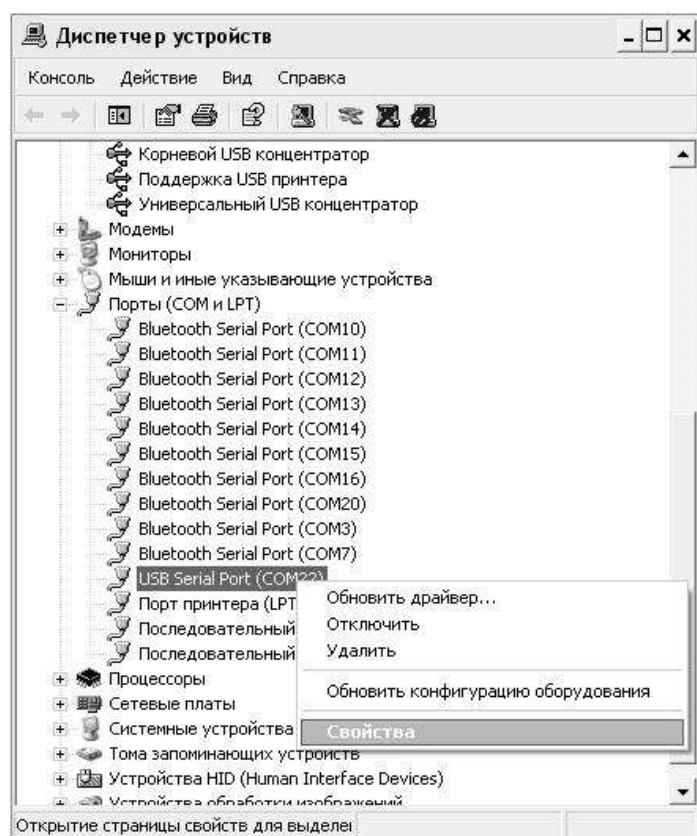
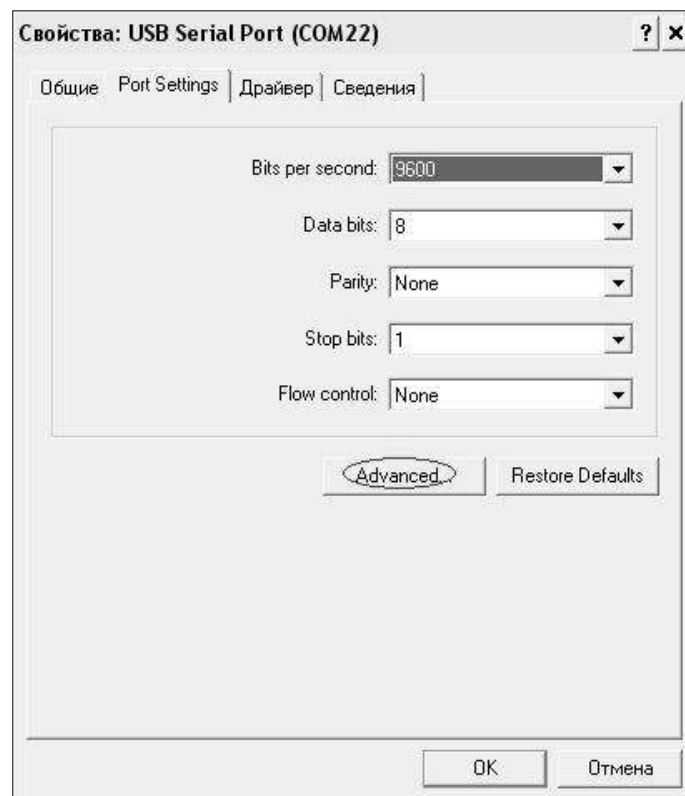
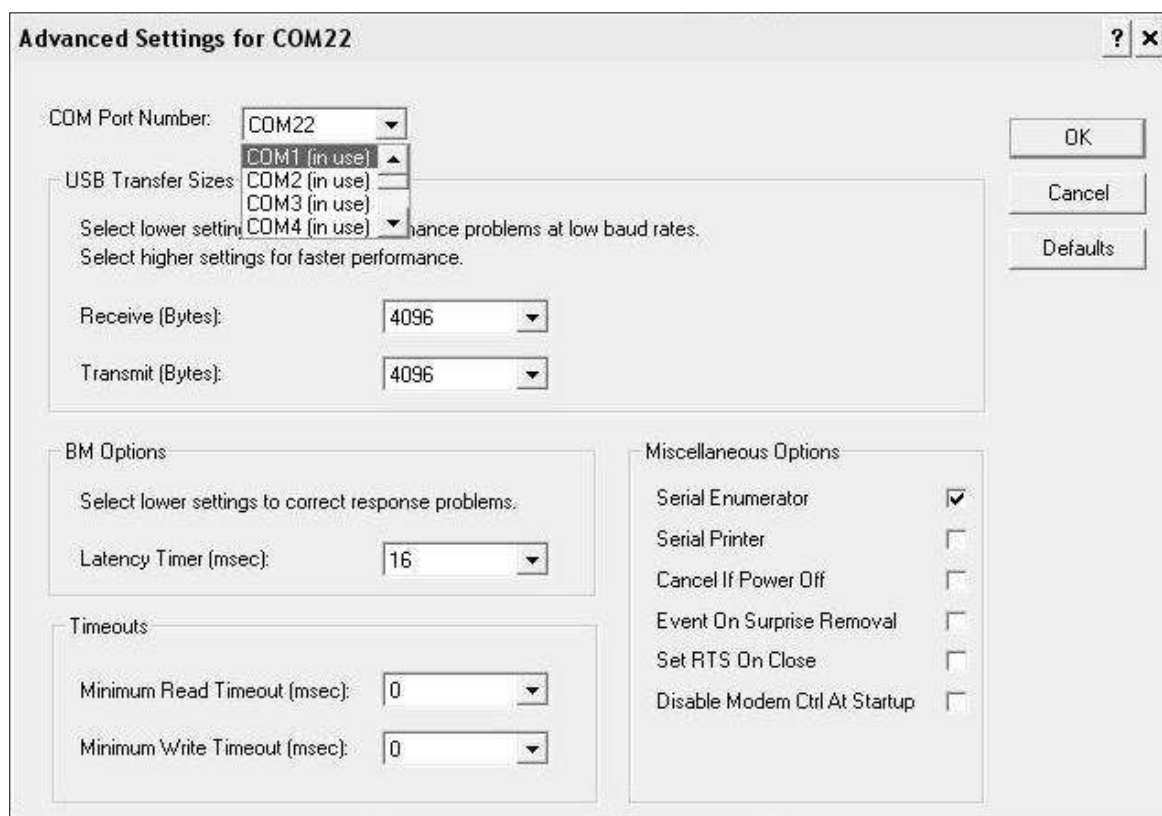

Рисунок 2.7 – Окно диспетчера устройств
Рисунок 2.8 – Окно свойств USB-порта
Рисунок 2.9 – Дополнительные настройки драйвера
- найти строку «USB Serial Port (COM№)», в скобках указан номер COM-порта, если номер в скобках «1» настройка завершена - ничего менять не нужно, если номер не «1» необходимо вызвать окно свойств «USB Serial Port (COM №)» (правой клавишей мыши щелкнуть по строке USB Serial Port (COM №) и выбрать пункт меню «Свойства») (рисунок 2.7), перейти на вкладку «Параметры Окна», нажать кнопку «Дополнительно» (рисунок 2.8) и в выпадающем списке «Номер Com-порта» выбрать «COM 1» (рисунок 2.9), нажать кнопку «ОК».